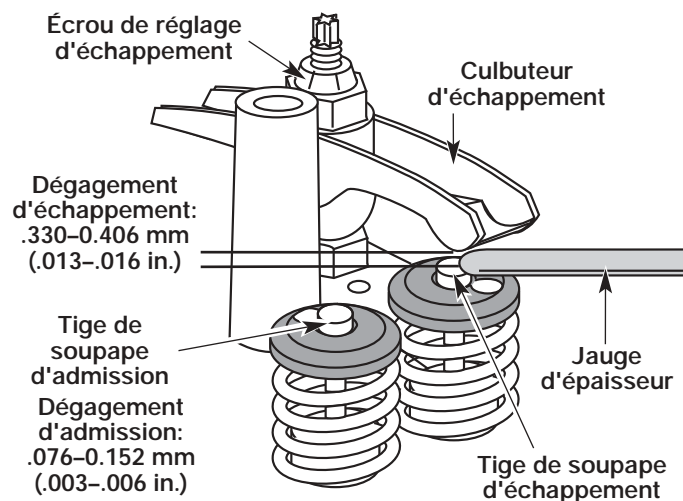

Fig. 46
Servez-vous d'une jauge d'épaisseur d'automobile standard de 0,127 mm (0,005 po). La jauge d'épaisseur devrait pouvoir glisser entre le culbuteur et la tige de soupape en rencontrant une faible résistance mais sans coller (Fig. 46).
- Tournez l'écrou de réglage à l'aide d'une clé de 8 mm (5/16 po) ou d'un tournevis à embout hexagonal (Fig. 46).